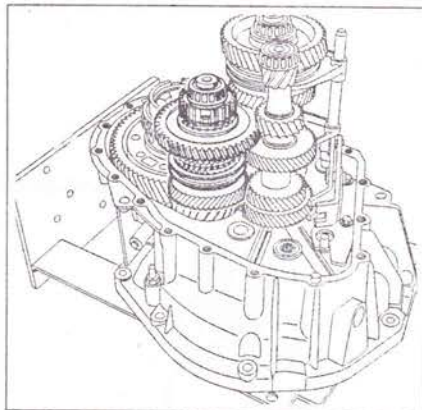

Рис. 5.45. Снимите синхронизаторы 1-й/2-й и 5-й/6-й передач и короткий вторичный вал.
11. Снимите синхронизаторы 1-й/2-й и 5-й/6-й передач и короткий вторичный вал (рис. 5.45).